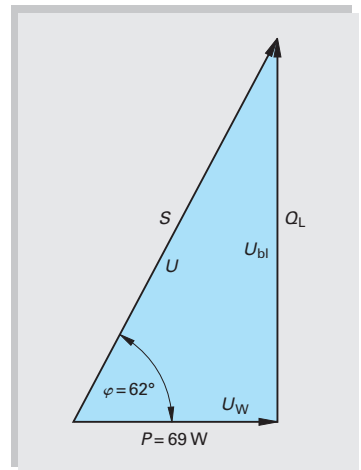

Bild 7: Leistungsdreieck
8. **Leistungsdreieck (Bild 7):** An einer Wechselspannung von 230 V 50 Hz wurden die Werte des Leistungsdreiecks ermittelt. Berechnen Sie a) die Scheinleistung S, b) die Blindleistung Q_L und c) die Teilspannungen U_W und U_{bl} .